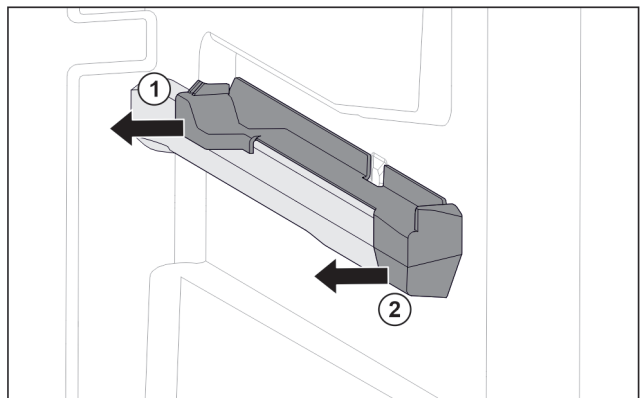

Fig. 108 Aufsteckteil auf der rechten Behälterrippe
- ▶ Aufsteckteil hinten zur Seite abziehen. Fig. 108 (1)
- ▶ Aufsteckteil vorne zur Seite abziehen. Fig. 108 (2)